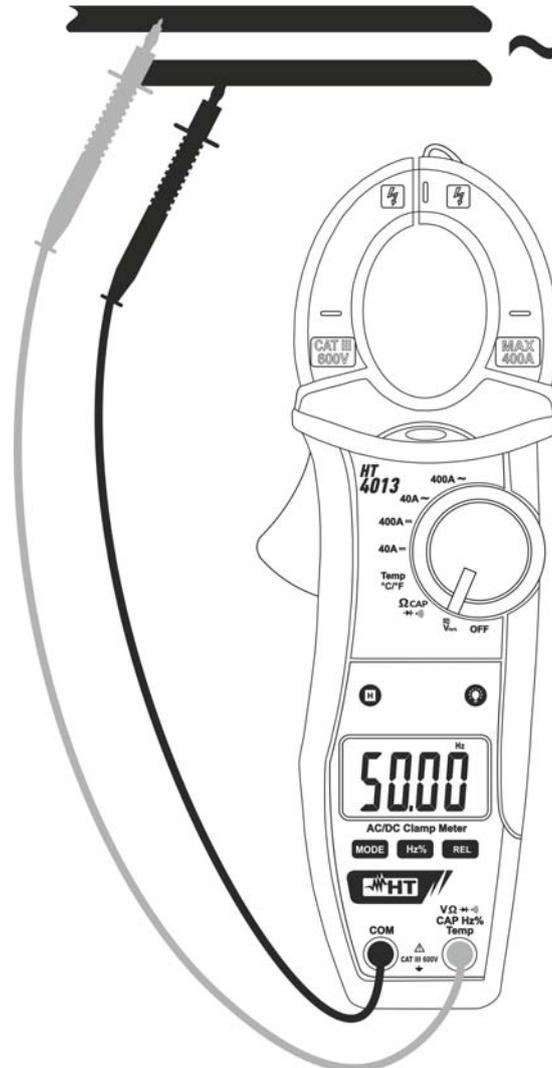

Fig. 5: Utilização da pinça na medição de Frequências e Ciclo de Trabalho (Duty Cycle)
4. Colocar as ponteiros nos pontos pretendidos do circuito em exame (ver Fig. 5). O valor da frequência (Hz) ou do ciclo de trabalho (%) é mostrado no display.